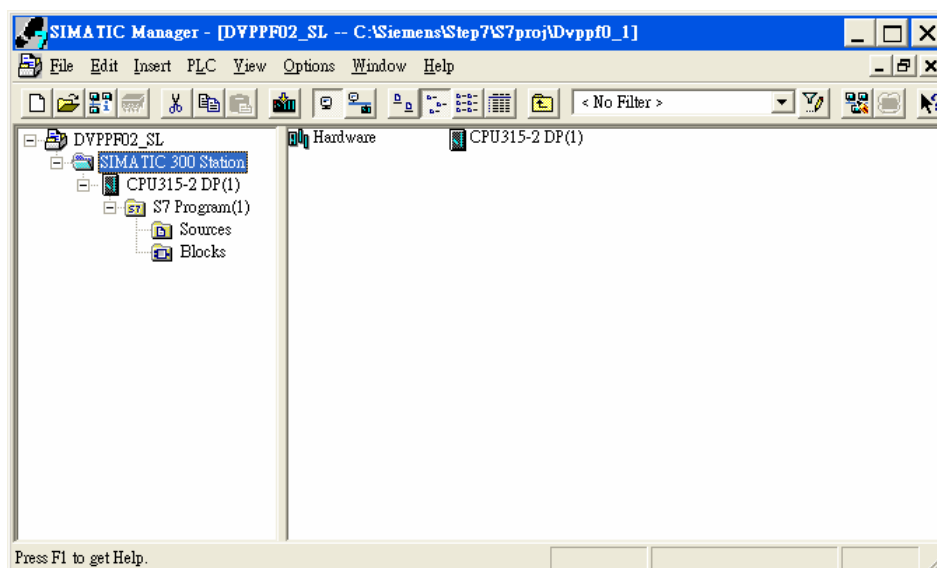

图 10-9
1. 在新建立的工程文件内选择“SIMATIC 300 Station”会出现图 10-9 所示的画面，双击图 10-9 右栏内的“Hardware”，会出现一个新的窗口（HW-Config 窗口）。